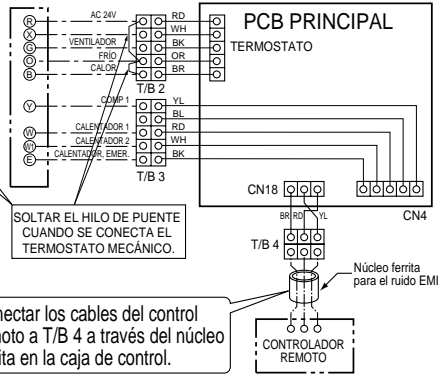

Figura 5E
**■ Bomba de calor - 1 comp, 2 calentadores (Figura 5E)